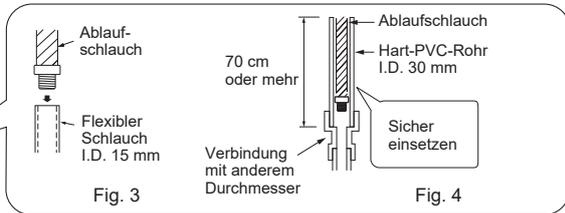

Fig. 4
- Achten Sie bitte beim Anschließen des Ablaufschlauchs an das Hart-PVC-Rohr darauf, den Schlauch fest und sicher in das Rohr einzusetzen. (Fig. 4)